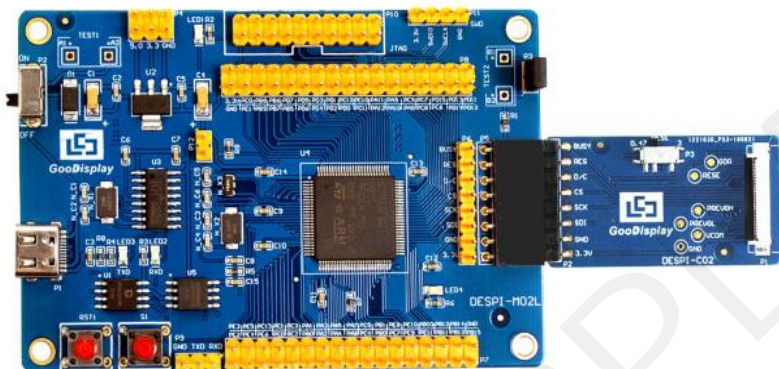

图 3 主板与转接板连接方式
1) 将主板和转接板以图 3 所示方式相连，将电子纸 FPC 以图 4 所示方式连接至转接板的连接器（注意电子纸的连接方向）。